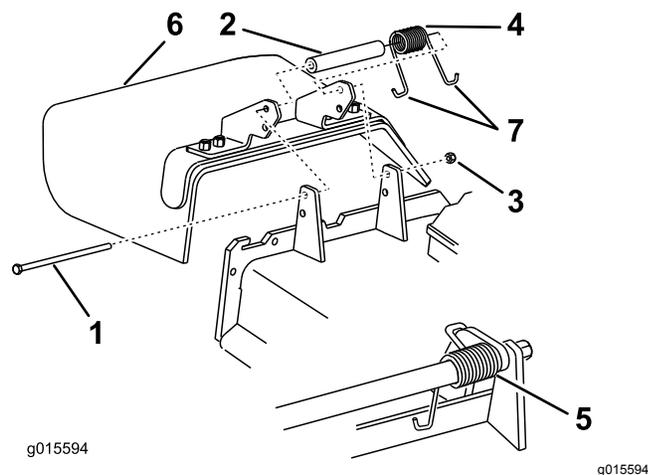

Figura 88
Nota: Verificate che un'estremità a gancio J della molla si trovi dietro il bordo del piatto di taglio prima di montare il bullone, come illustrato nella Figura 88.
- Infilate l'estremità a gancio J della molla attorno al deflettore dello sfalcio (Figura 88).
- Togliete il dado di bloccaggio, il bullone, la molla e il distanziale che fissano il deflettore alle staffe orientabili del tosaerba (Figura 88).